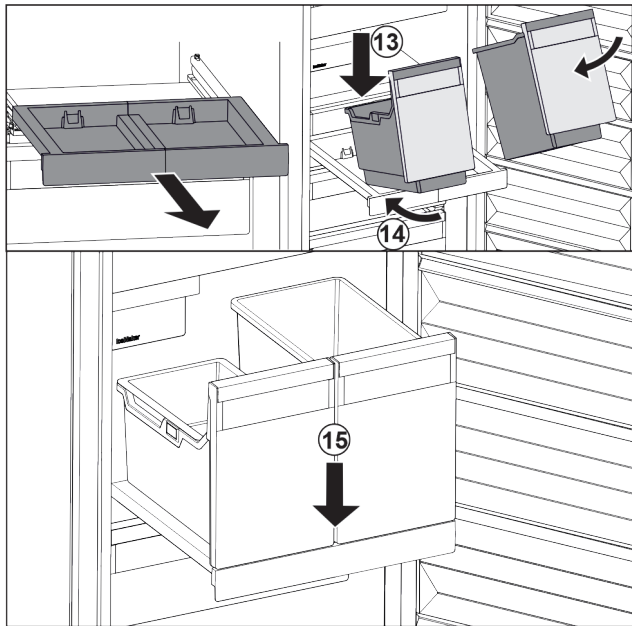

Fig. 105
- ▶ Bak schuin op het uitschuifplateau plaatsen. Fig. 105 (13)
- ▶ Bak er schuin naar achteren inschuiven. Fig. 105 (14)
- ▶ Bak aan voorzijde neerzetten. Fig. 105 (15)